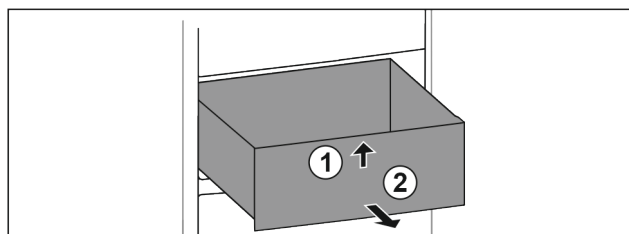

Fig. 23
- ▶ Unieść szufladę z przodu. Fig. 23 (1)
- ▶ Wyjąć szufladę do przodu. Fig. 23 (2)